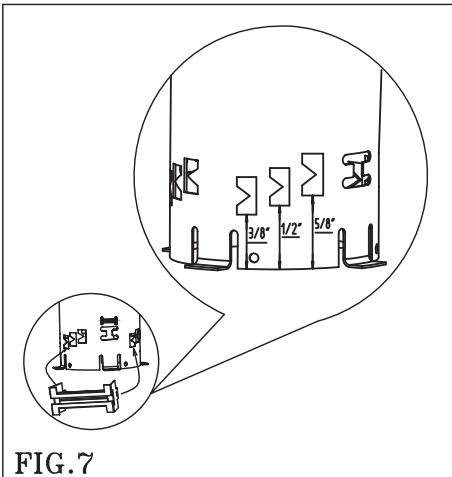
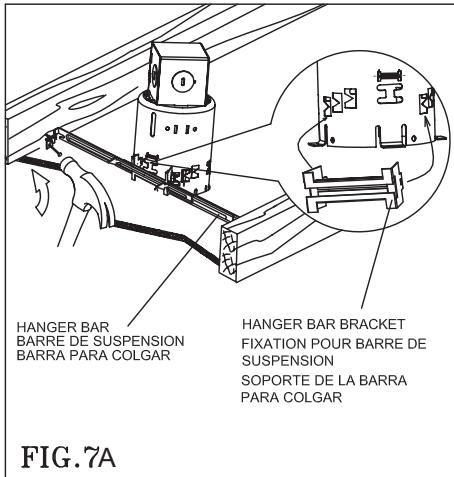

FIG.7
FIG.7A
- a) Déterminez l'épaisseur du plafond, Référez-vous à la Figure 7 et déterminez les fentes appropriées sur le boîtier pour correspondre à l'épaisseur du plafond. Installez en conséquence le clip de fixation dans les fentes (Fig.7A). Appuyez sur la plaque de fixation pour vous assurer qu'elle est bien fixée dans les fentes.